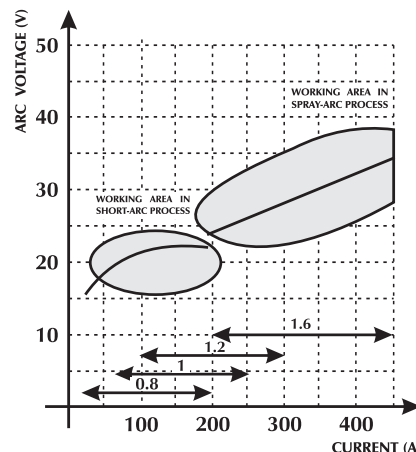

Fig. 9 Diagram over det bedste valg for optimale arbejds karakteristika.
- Trådens fremføringshastighed afhænger af svejsestrømmen. På Fig. 9 og 10 vises de forhold der findes mellem de forskellige svejseparametre.